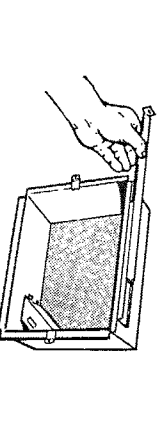

FIG. 4
1. Choose which side of housing will be mounted directly to a wall stud. Then insert a mounting bracket from the opposite side into the channel at the top of the housing. (FIG. 4)
1. Elija cual lado de la caja se va a montar directamente a una viga de la pared. Después, meta un soporte de montaje, desde el lado opuesto, dentro del canal en la parte superior de la caja. (FIG. 4)